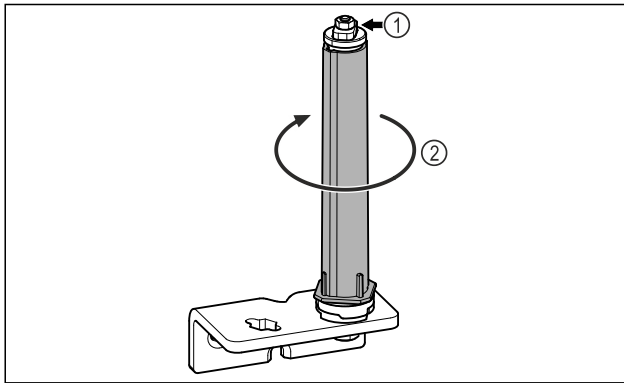

Fig. 29
► Nu dezasaamblați sistemul de închidere al ușii Fig. 29 (1).
- Rotiți Fig. 29 (2) sistemul de închidere, până când face clic.